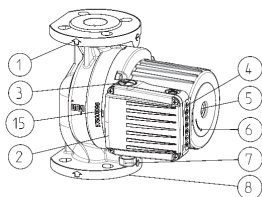
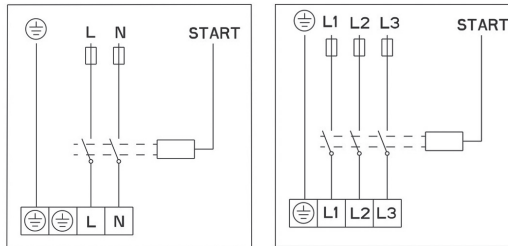

Abb.1
Abb. 3
- Die Pumpe wird in die Rohrleitung so eingebaut, dass die Pumpenachse 1-1 horizontal ist (Abb. 3).
- Die Durchflussrichtung des Fördermediums muss mit dem Pfeil auf dem Pumpengehäuse übereinstimmen (Abb. 1 – Pos. 1).
- Anschlussflanschen sind NP 6/10 (Abb.1 – Pos.8)
- GHN (basic, auto), GHNM (basic, auto) – Pumpen verfügen über ein einfaches Hydraulikgehäuse (Abb.1 – Pos.8)
Das Hydraulikgehäuse der Pumpe darf nur bis zum Spalt zwischen dem Motor und dem Hydraulikgehäuse isoliert werden. Öffnungen zur Kondensatableitung aus dem Statorraum müssen immer frei bleiben, dass gleiche gilt für den Einsatz der Pumpe in Heizsystemen, wenn eine Wärmeisolierung des Hydraulikgehäuses vorgenommen wird (Abb. 1, 2, Pos. 15). Das Elektromotorgehäuse, in dem sich Öffnungen zur Kondensatableitung befinden, darf nie isoliert werden!
Der Einspeiseleiter wird über die Einführung M20 (Abb.1 – Pos.7) angeschlossen.
Die Anschließung der Pumpen muss nach dem Schaltplan (Abb. 3), der an der Unterseite des Motordeckels abgebildet ist, erfolgen. Zuerst muss der obere Deckel abgeschraubt werden (Abb.1 – Pos. 2).
Bei Pumpen des Typs GHN (basic, auto), GHND (basic, auto), GHNMD (basic, auto), GHNMD (basic, auto) liegt der Rotor im Wasser, in besonderen wassergeschmierten Lagern. Darum muss vor der Inbetriebnahme die Pumpe mit Wasser gefüllt und entlüftet werden. Zur Entlüftung der Pumpen wird die Schraube auf der Hinterseite des Elektromotors (Abb.1-Pos. 5) herausgeschraubt. Aus der Spalte zwischen der Motorwelle und dem Lager strömt Luft heraus. Wenn Wasser heraustropft, schließen sie die Ventile auf der Ansaug- und Druckseite der Pumpe und starten sie die Pumpe. Die eingebaute Anzeige zeigt ein Drehen der Pumpenachse in die falsche Richtung mit mehrfachen Blinken des roten Lichtes an.
einen Knopf  Knopf (Abb. 1, Pos. 4), mit dem man zwischen den Geschwindigkeiten wählt. Einstellung der Geschwindigkeiten bei Pumpentypen GHN, GHND, GHNM, GHNMD (auto)  kann auf Knopfdruck  manuell bei der Geschwindigkeit ① ② ③ und automatisch  in  oder  In beiden Fällen funktioniert die Pumpe abhängig von dem Durchlauf bei den Geschwindigkeiten ② ③ automatisch. Bei dem Nachregime  ist noch Mediumtemperatur berücksichtigt und wenn die Mediumtemperatur fällt, schaltet die Pumpe in die Geschwindigkeit ② Fall ($> 10^{\circ} \text{C}$) oder Geschwindigkeit um ① Fall ($> 20^{\circ} \text{C}$) ungeachtet auf Durchlauf. Wenn die Mediumtemperatur um $> 20^{\circ} \text{C}$ steigt, ist wieder die Funktionsweise in Verbindung mit Durchlauf ermöglicht. Diese Funktionsweise ist für die Systeme mit Thermoventilen und Systeme geeignet, in denen die Systemtemperatur in der Nacht fällt.
Die Pumpe ausschalten, Ventile an der Druck- und Ansaugseite der Pumpe schließen, Entlüftungsschraube ausschrauben, einen Schraubenzieher (Abb. 1-Pos.5) in den Schlitz auf der Welle stecken und diese so lange drehen, bis kein Widerstand mehr fühlbar ist. Danach wieder die Entlüftungsschraube einschrauben.